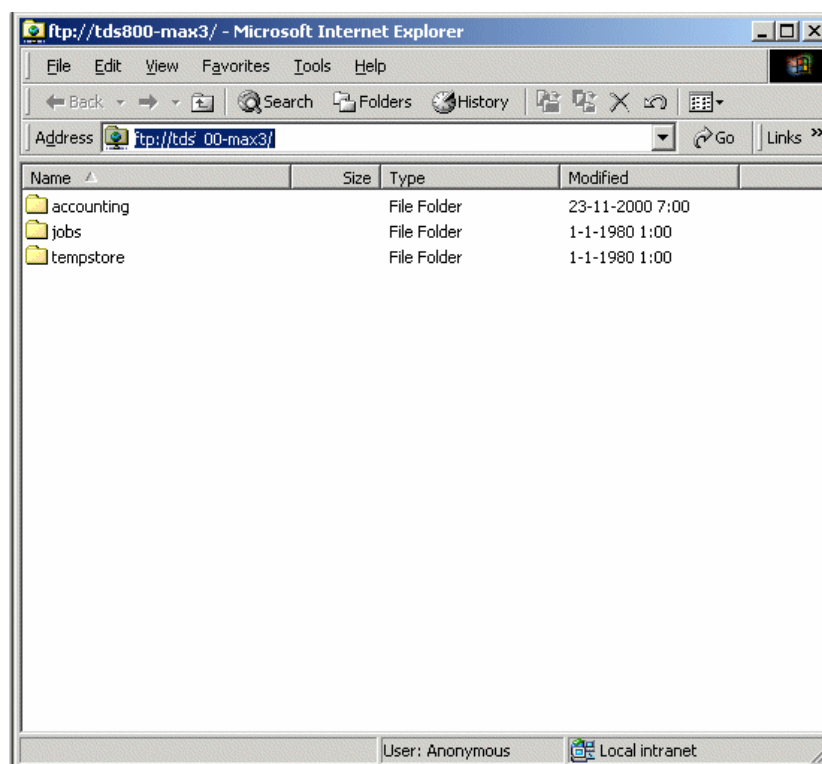

Рисунок 43: Директория для временного хранения отсканированных файлов в системе Osé TDS600
2. Откройте меню File (Файл) и выберите опцию View (Вид) или щелкните на кнопку View (Вид) на панели инструментов (смотрите рисунок 43).